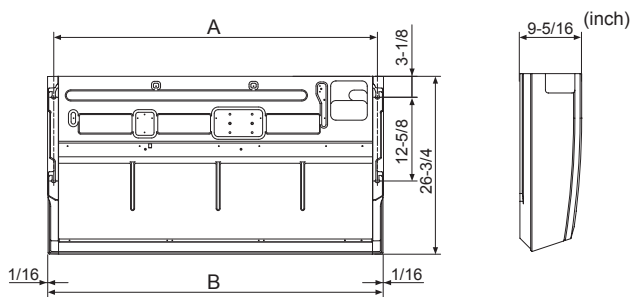

Fig. 3-2
①	Arandelas	4
②	Tapón de tubería	1 Tamaño grande (para la tubería del gas)
③	Tapón de tubería	1Tamaño pequeño (para la tubería del líquido)
④	Bandas	4
⑤	Adaptador de junta	1 marcado "UNIT"
⑥	Tapón para el adaptador	1
⑦	Tapón para la tubería de drenaje	1
3.2. Preparación para la instalación (Fig. 3-2)